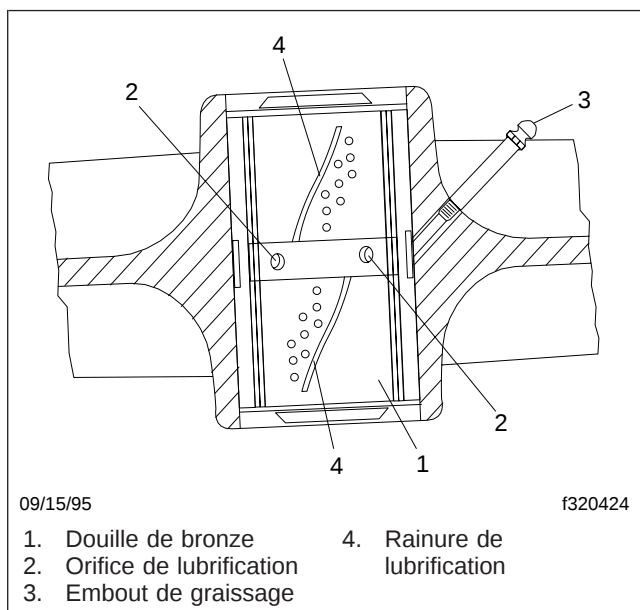

Fig. 9, Lubrification des douilles Hendrickson, séries RT2 et RTE2
3. Employez une graisse pour châssis à multiples usages pour lubrifier les douilles de bronze avec poches de lubrifiant dans les yeux de ressort au niveau des embouts de graissage; reportez-vous à la figure 9. Continuez de lubrifier jusqu'à ce que la graisse sorte par les deux extrémités de la douille. Si la goupille n'accepte pas le lubrifiant, retirez-la et nettoyez les canaux de lubrification où le lubrifiant durci peut s'être logé. Retirez les chandelles et abaissez le véhicule.